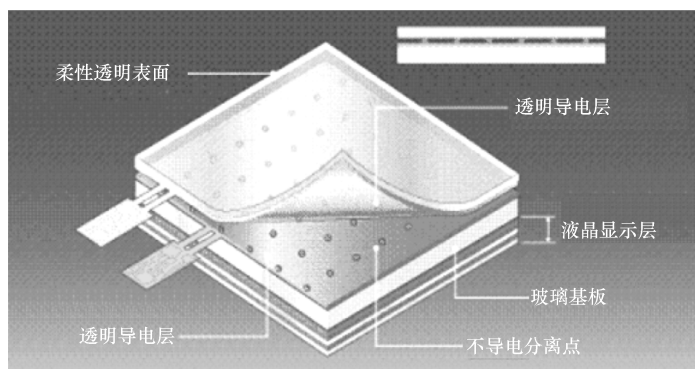

图 4-42 电阻式触摸屏的结构原理图
1) 电阻式触摸屏。它是一种历史最早、使用最多的触摸屏,而且结构原理也极为简单。如图4-42所示,电阻式触摸屏的屏体部分是一块与液晶显示器表面相匹配的多层复合薄膜,由一层玻璃或有机玻璃作为基板,表面涂有一层透明的导电层ITO(氧化铟,弱导体);上面再盖有一层外表面硬化处理、光滑防刮的塑料柔性透明层,它的内表面也涂有一层透明导电层ITO。这两层透明导电层分别对应X、Y轴,并且在它们之间用细微透明的绝缘颗粒(小于1/1000in)隔开绝缘。